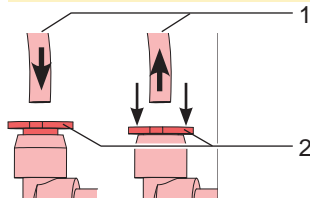

Bild 6 Stecken (links) und Ziehen (rechts) von Schläuchen
1. Stempel (2) demontieren.
2. Die verschlissene Gleitfolie (1) vollständig entfernen.
4. Die Abdeckfolie von der Gleitfolie (1) ziehen.
5. Gleitfolie (2) mit der Klebeseite auf den Stempel (19) auflegen und andrücken.
6. Überstehende Teile der Gleitfolie (1) entsprechend der gestrichelten Linie in Bild 6 am Stempel (2) abschneiden.
7. Gleitfolie (1) auf dem Stempel (2) entsprechend dem Lochmuster in der verschlissenen Gleitfolie lochen. Bohrungen durch Drehen des Lochstiftes vollständig freilegen.
8. Stempel (2) montieren.